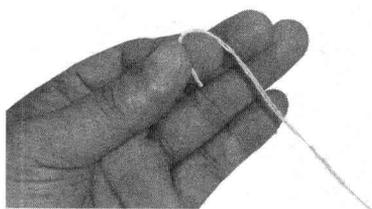
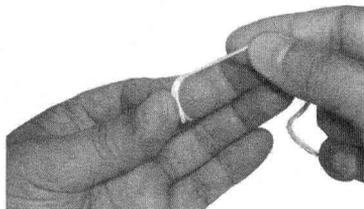
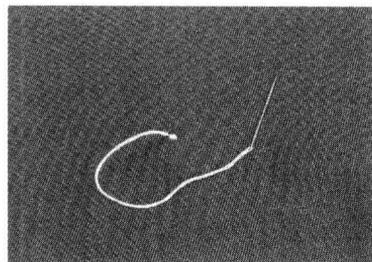

图 1-8
图 1-9
图 1-11
①穿针引线：把缝线穿入针尾的孔中，穿针前，先把线头处弯曲纤维剪去，把线头捻尖、捻细，然后再穿过针尾的针孔。穿针时左手拇指与食指捏针，中指把针抵住，针尾露出约1cm；右手拇指与食指捏线，线头约露出1.5cm；为了防止穿线时双手颤动，可用右手的无名指抵住左手的中指或无名指。线头穿过针孔以后，右手顺势捏住线头将线拉入、打结，必要时可選用穿针器，提高穿针速度。
②打起针结：起针结在缝纫起始时起止住线头、防止脱出的作用。打结时，左手捏住穿好线的缝针和线，如图1-8所示；用右手的拇指和食指捏住线头，拉直线，然后把线头在食指上绕一圈，如图1-9所示；再将拇指向前，食指向后，摩擦捻动，使线头卷入圈内，捋下，收紧线圈，即成起针结，如图1-11所示。线结要求打得光洁，线头从结中尽量露出较少；线结不宜过大或过小，过大不美观，过小易从衣料的空隙中脱出。
③打止针结：左手拇指、食指在离止针处上段约3cm处把缝线捏住，右手将缝线甩成一个线圈，针从圈中穿出（可反复穿二三转，但不要多穿，否则会拉不动）。右手持针拉线，左手拇指在止针处捋住线圈，渐渐收小线圈，拉紧，即成止针结。打结后要求止针结紧扣在布面上。剪线时挨紧布面，不要使线头露出过长，注意不要剪到线头，使结松散失去作用，如图1-11、1-12、1-13所示。